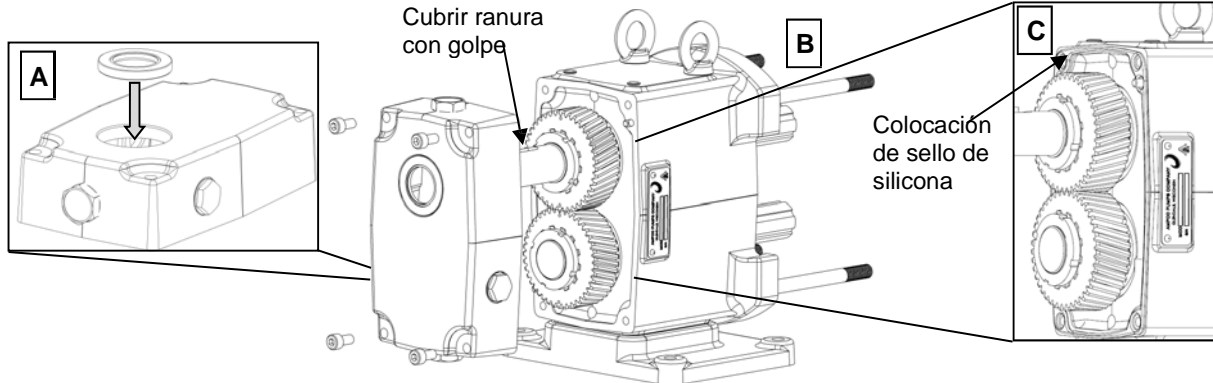

Figura 60: Ensamblaje de cubierta de caja de engranes
12) Presione el nuevo sello de aceite en la cubierta de la caja de engranes para que el sello esté al ras con el exterior de la cubierta y para que el resorte esté de frente a los engranes (Figura 60, A). Aplique un sellador de silicona en los bordes de la parte posterior de la caja de engranes, asegurándose de que no queden espacios (Figura 60, C). Envuelva la ranura de la chaveta del eje con cinta para evitar cortar el sello de labios en la ranura de la chaveta del eje. Aplique una ligera película de lubricante a los diámetros interior y exterior del sello de aceite de la cubierta de la caja de engranes. Deslice la cubierta trasera sobre la caja de engranes y fíjela con los pernos de retención (Figura 60, B). Instale los tapones de aceite y llene la caja de engranes con la cantidad recomendada de aceite usando la Tabla 2 en la página 12.